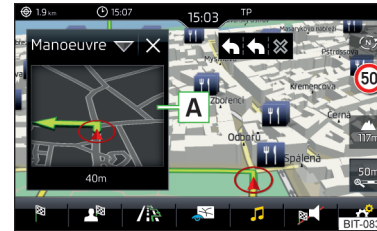

Abb. 156
Das Infotainment bietet die Möglichkeit an, im Zusatzfenster **Position** » Abb. 156 auf Seite 144 die folgenden Informationen zur aktuellen geografischen Fahrzeugposition sowie zum Satellitensignal anzuzeigen.
- › Zur **Auswahl des Inhalts** des Zusatzfensters » Abb. 156 die Funktionsfläche antippen und kontextabhängig eines der folgenden Menüs wählen.